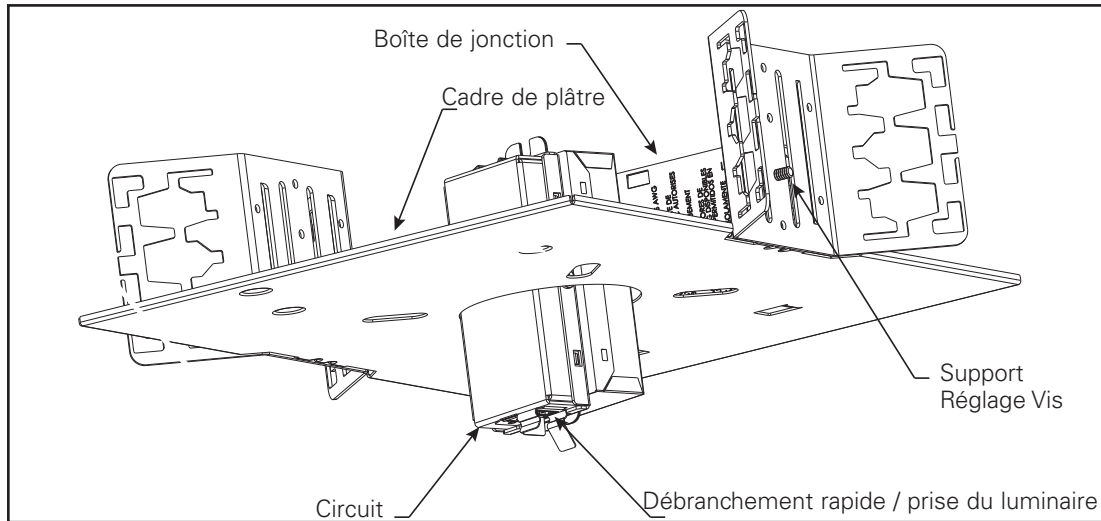
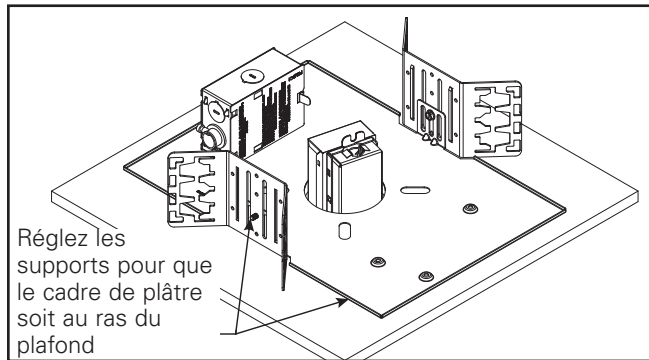

Figure 1
Figure 2
2. Vis de réglage du crochet : Ajustez les vis de réglage du crochet (Figure 1.) de sorte que le cadre de plâtre repose à plat sous le plafond. (Figure 2) Le support du crochet est réversible pour un réglage complet de 5 po.
1. Faites passer le circuit à travers et sous le plafond. Localisez la prise de débranchement rapide sur le circuit (voir la figure 1).